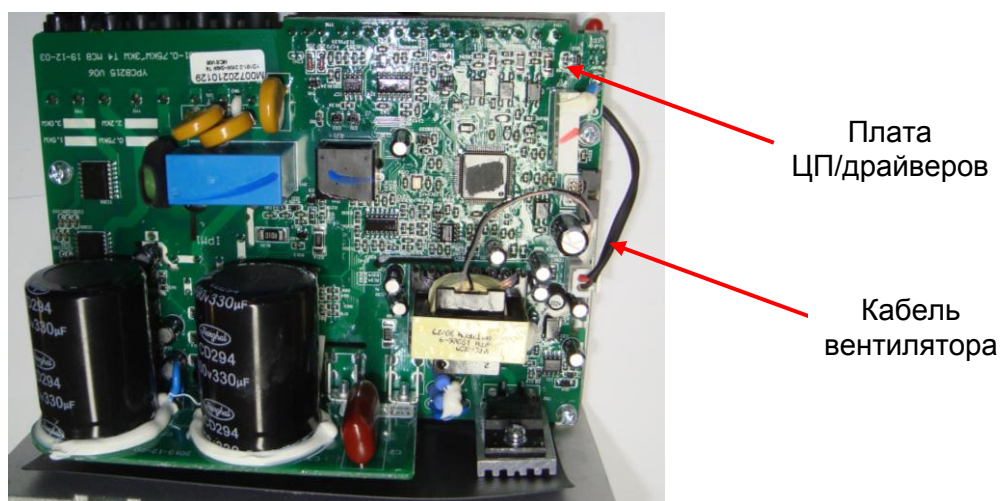

Рис. 6.4
6.3.1 Отсоединить кабель вентилятора от платы ЦП/драйверов (рис. 6.4)